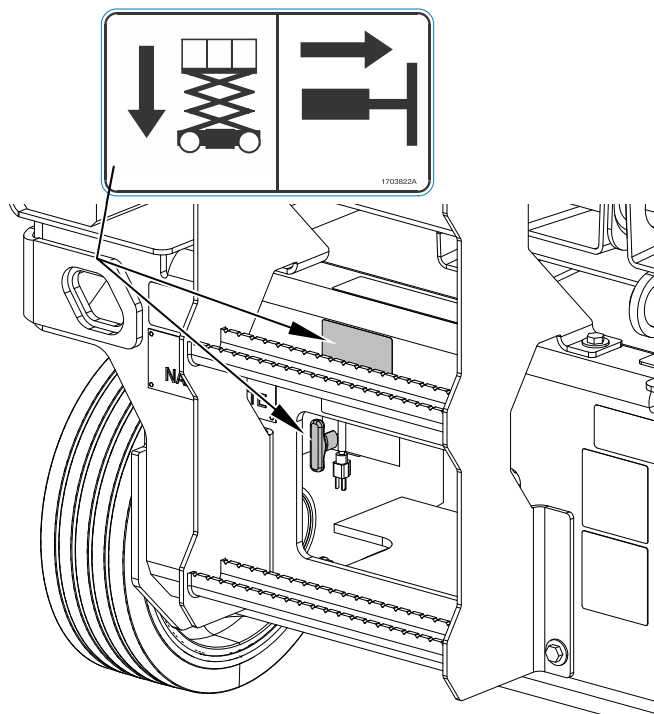

Figura 4-1. Localização do Controle de Descida Manual
1. Localize a **alavanca em T de controle da descida manual**. (Consulte a Figura 4-1.)